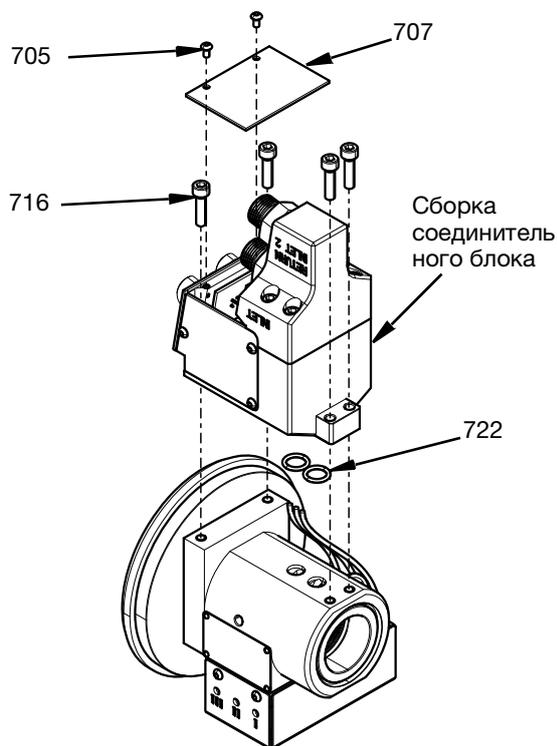

FIG. 24
4. Соединительный корпус крепится к корпусу шарнира четырьмя винтами M5 (716). Момент затяжки: 6,5 Н•м (57,5 дюймофунтов). Затем
закрепите крышку (707) двумя винтами М3 (705). Момент затяжки: 1,35 Н•м (12 дюймофунтов). Старые уплотнительные кольца (722) следует заменить на новые. См. FIG. 24